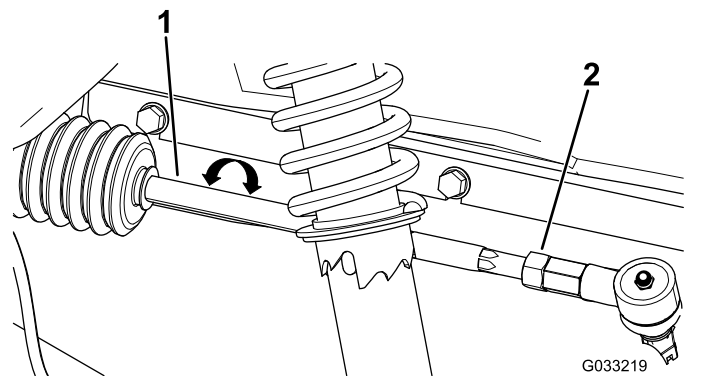

Bild 102
1. Lösen Sie die Sicherungsmuttern am äußeren Ende der Zugstangen (Bild 102).